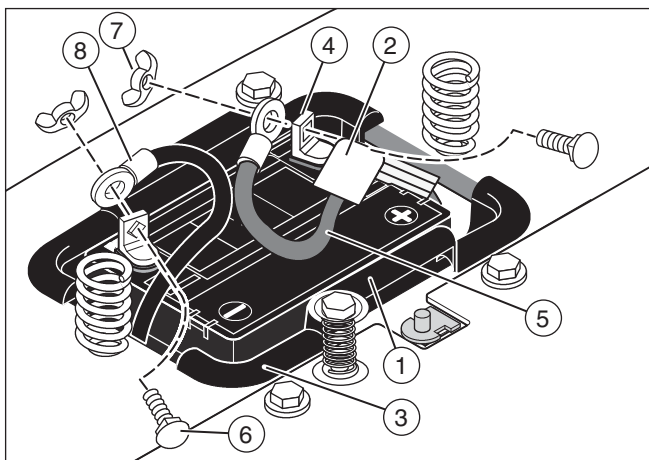

Figura 4
1. Controllare la data della batteria sulla parte superiore della batteria (1) (Figura 4).
1. Rimuovere la batteria (1) e il portabatteria (Figura 4).
3. Usare un Caricabatterie da 12 volt per caricare la batteria (1). Caricare a 6 ampere per un'ora. Se non si ha un Caricabatterie, far caricare la batteria presso un centro di assistenza tecnica autorizzato.
4. Installare la batteria (1) e il portabatteria (3). Verificare che il terminale positivo (+) (4) sia a sinistra.
1. Rimuovere i cappucci protettivi dai terminali della batteria (Figura 4).
2. Far passare il copritermine (2) sopra il cavo rosso (5). Fissare il cavo rosso al terminale positivo (+) (4) con i dispositivi di fissaggio (6) e (7).
3. Fissare il cavo nero (8) al terminale negativo (-) con i dispositivi di fissaggio (6) e (7).